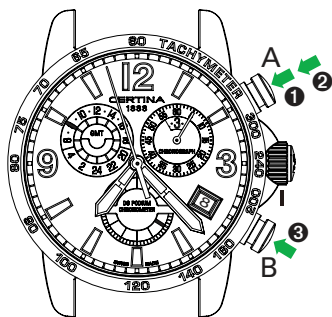

Рис. 1
**Считывание показаний 1 (см. рис. 1)**